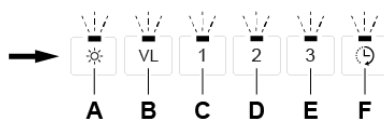

Fig. 4
- Ved vellykket omprogrammering av funksjonsmodusen vil LED-lampene for alle knappene blinke, se Fig. 4.